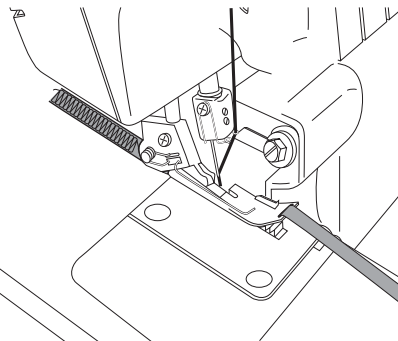

Fig.107
4. Coloque o reforço por baixo do calcador 21 e una o comprimento desejado (fig. 107).